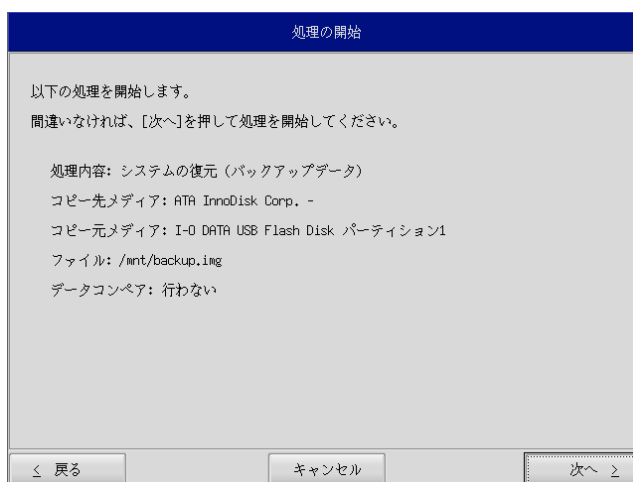

図 5-2-7. 確認画面
- ⑫ 確認画面(図 5-2-7)が表示されます。メディア、パーティション、バックアップファイルを確認します。[次へ]ボタンを押します。